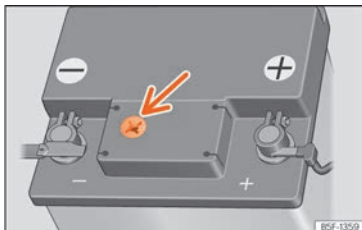

Fig. 180 Fereastră de vizitare în partea superioară a bateriei de 12 V (reprezentare schematică).
- Verificați afișajul color din geamul de vizitare de pe partea superioară a bateriei » » » **fig. 180**.